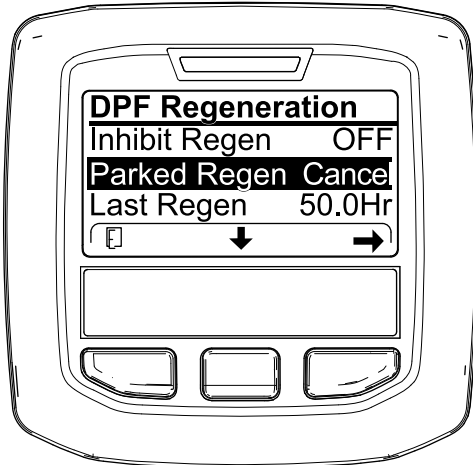
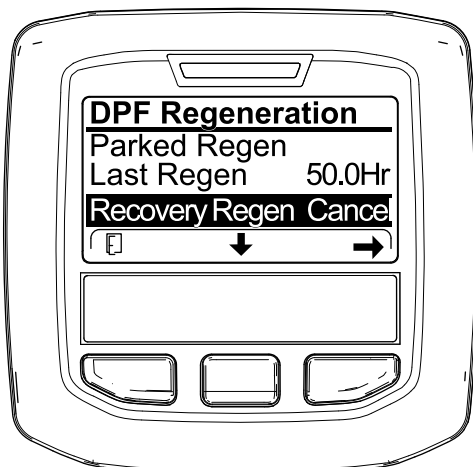

Figura 82
Figura 83
1. Accedete al menu DPF Regeneration (Rigenerazione FAP) (Figura 82).
2. Premete il pulsante centrale per scorrere il menu verso il basso fino all'opzione PARKED REGEN CANCEL (Figura 82) o all'opzione RECOVERY REGEN CANCEL (Figura 83).
3. Premete il pulsante destro per selezionare la voce Cancel relativa alla rigenerazione (Figura 82 o Figura 83).